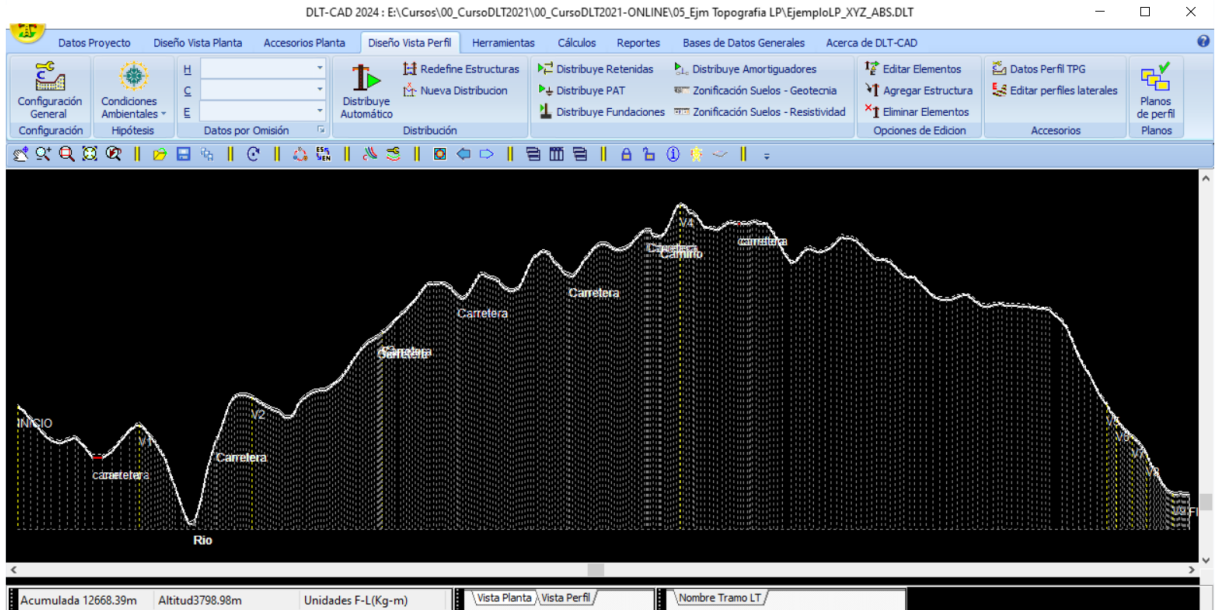

Fig. 3.11
4. Finalmente se muestra el gráfico del perfil topográfico de los datos cargados (Ver Fig. 3.11).